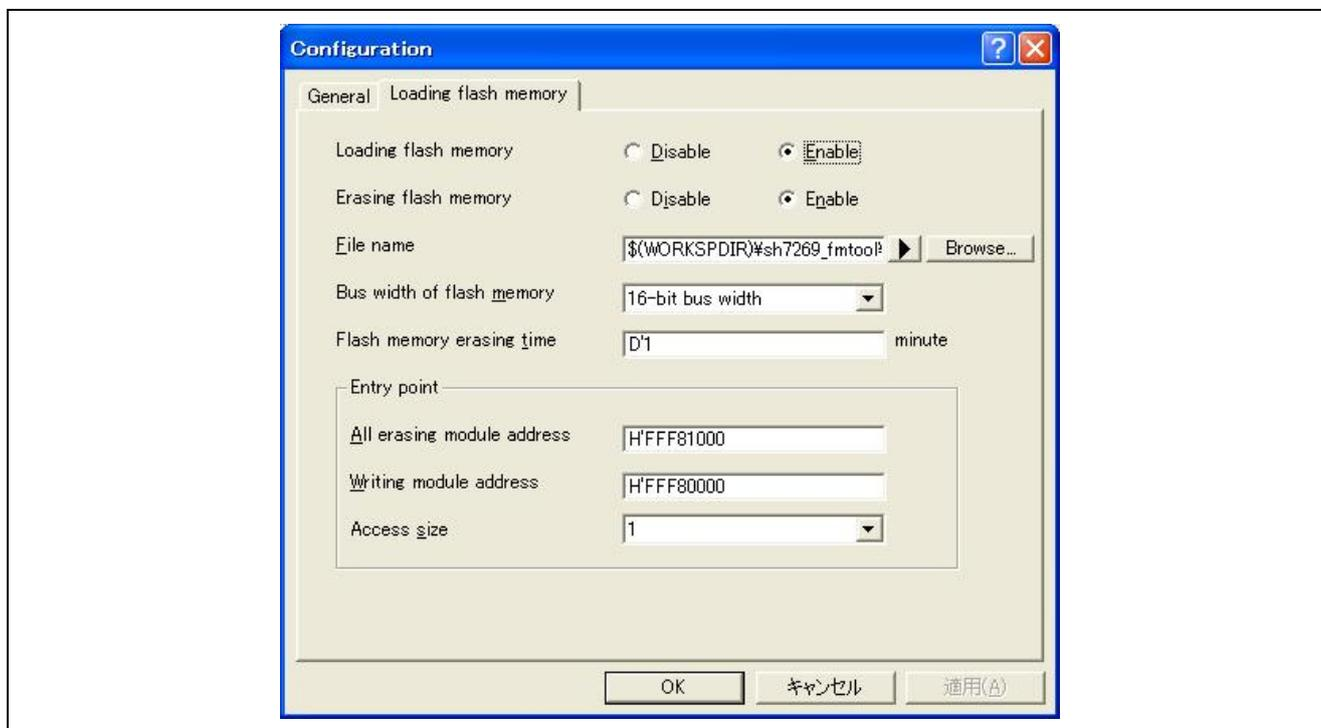

図 6.4 Configuration ダイアログボックス (Loading flash memory ページ)
(1) メニューの[基本設定]→[エミュレータ]→[システム]を選択します。
(2) 図 6.4に示すConfigurationダイアログボックス (Loading flash memoryページ) で、E10A-USBエミュレータを使用して外部フラッシュメモリにユーザプログラムをダウンロードするための設定を行います。